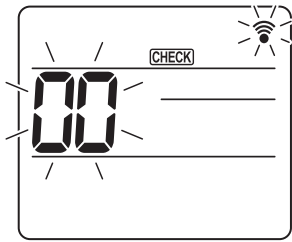
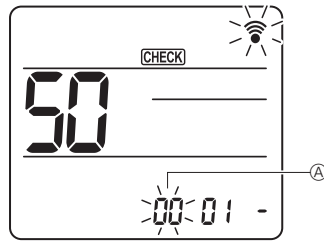
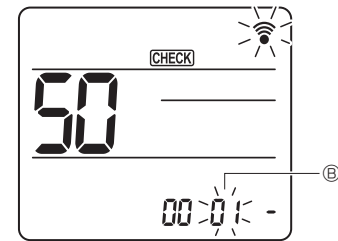
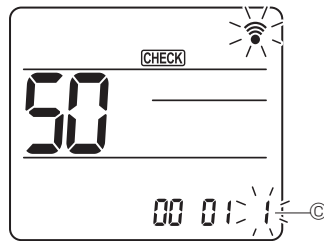

Fig. 7-18
Fig. 7-19
Fig. 7-20
Fig. 7-21
7.4.2. Kablosuz uzaktan kumandada (Fig. 7-18, Fig. 7-19, Fig. 7-20, Fig. 7-21)
① Fonksiyon seçme moduna girme
- 5 saniye boyunca [MENU] düğmesine basın. (Bu işlemi uzaktan kumanda durum göstergesi kapalı durumdayken başlatın.) [CHECK] (KONTROL) düğmesi yanar ve "00" yanıp söner. (Fig. 7-18)
② Ünite numarasını ayarlama
- Ünite numarasını ④ ayarlamak için [DOWN] düğmesine basın. (Fig. 7-19)
③ Mod seçme
- Mod numarasını ⑥ ayarlamak için [DOWN] düğmesine basın. (Fig. 7-20)
④ Ayar numarasını seçme
- Ayar numarasını ③ değiştirmek için [DOWN] düğmesini kullanın. (Fig. 7-21)
⑤ Çoklu fonksiyonun sürekli olarak seçme
- ③ ve ④ numaralı adımları tekrar ederek çoklu fonksiyon ayarlarını sürekli olarak seçin.
⑥ Tam fonksiyon seçme